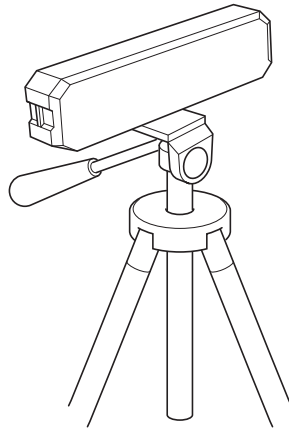

figura 3
- La base multiuso tiene una rosca M6 0,35x1,25 estándar para acoplar a un trípode (no incluido) (figura 3). Es ideal para la nivelación de armarios de cocina, encimeras, marcos de ventana y más.